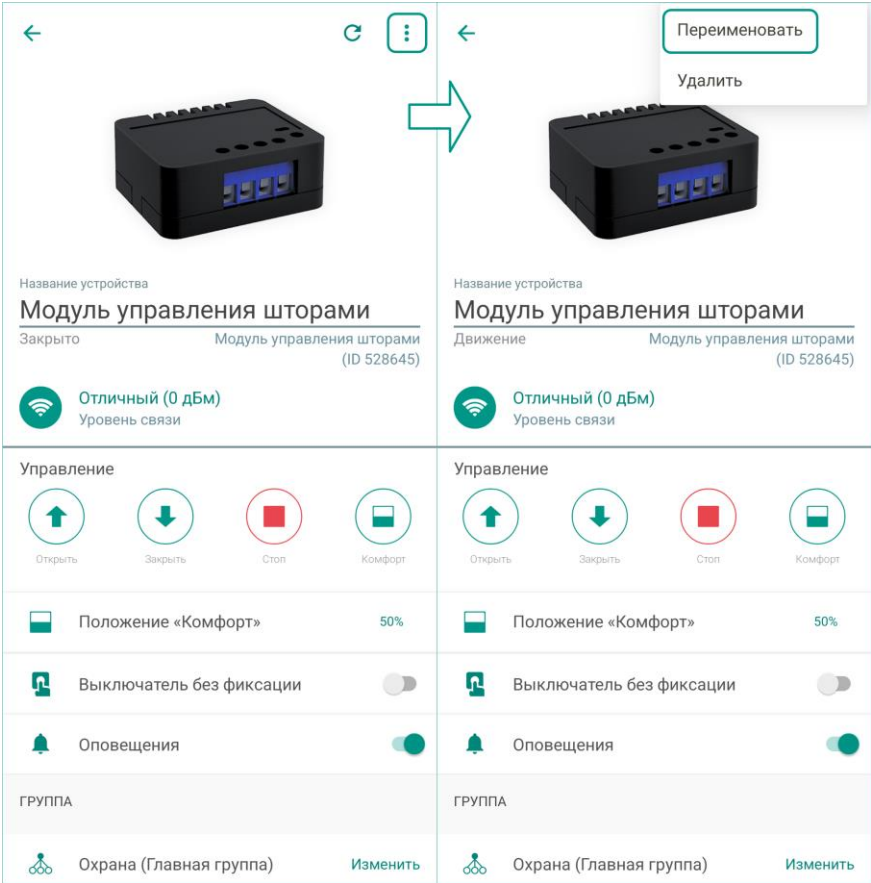

Рисунок 11.3 — Вызов меню на экране настройки радиоустройства
1. Откройте экран настройки радиоустройства в приложении (см. рисунок 11.3).